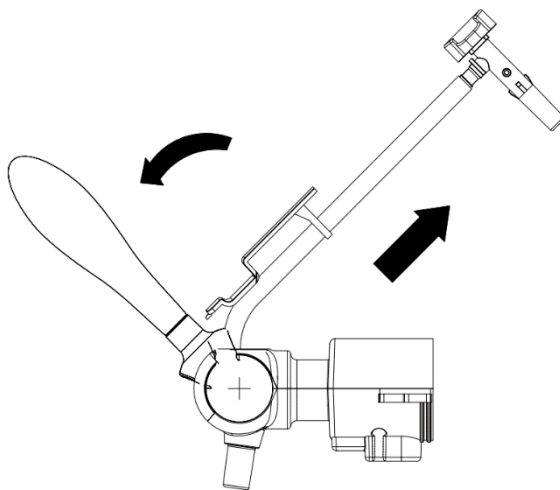

Figura 18
2. Tirare la maniglia in avanti di 45 gradi per aprire il rubinetto ed estrarre il tubo della birra (come mostrato nella Figura 18). Il gruppo del tubo della birra può essere installato in ordine inverso.